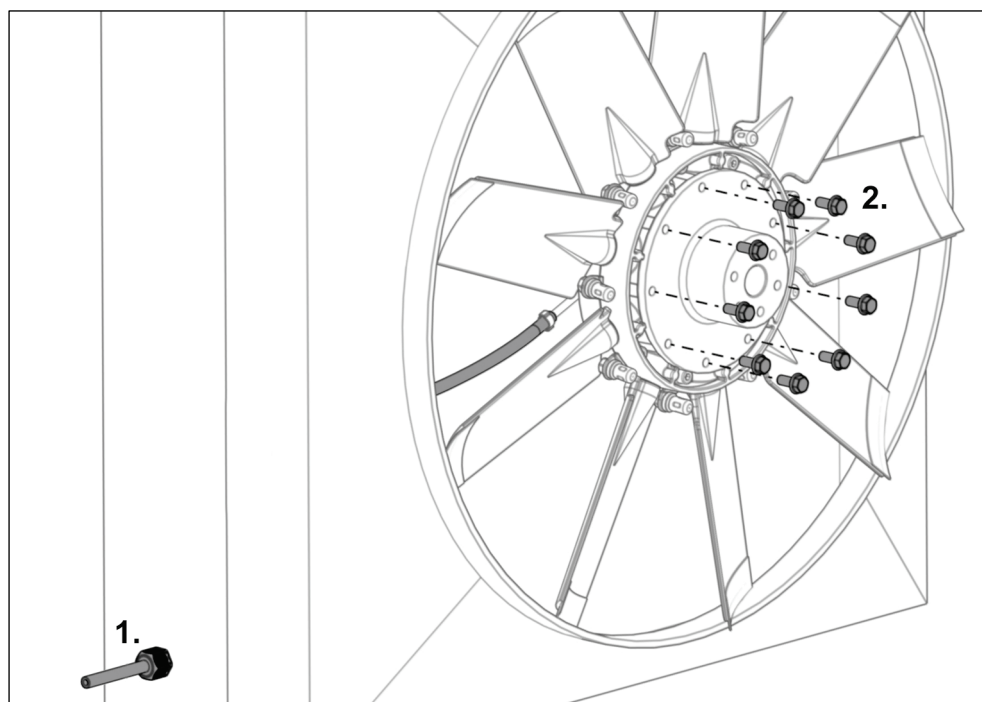

Abb. 30
- 20) Druckschlauch durch die Zugentlastung führen (siehe Abb. 30 Schritt 1).
- 22) Mitgelieferte Sperrzahnschrauben von Hand eindrehen (siehe Abb. 30 Schritt 2).